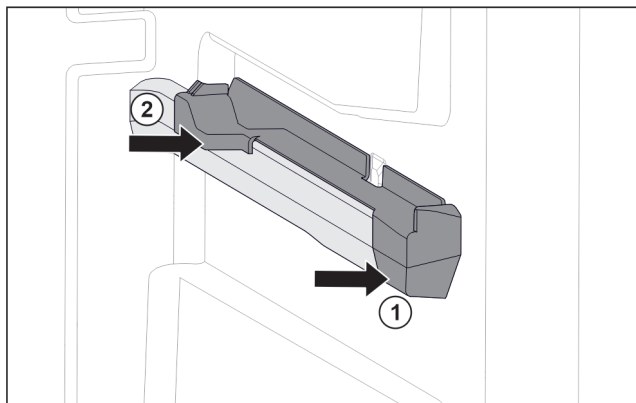

Fig. 126 Natični dio na desnom žlijebu spremnika
- ▶ Postavite natični dio sprijeda na žlijeb spremnika. Fig. 126 (1)
- ▶ Pritisnite natični dio straga. Fig. 126 (2)